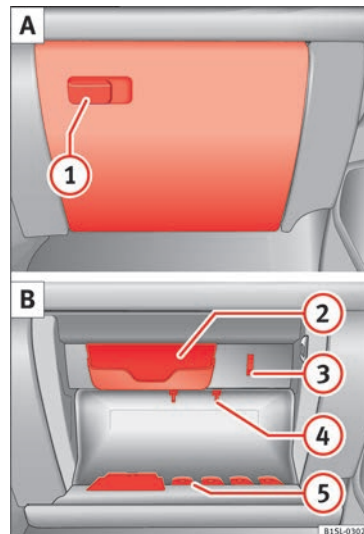

Fig. 123 Portaobjetos con tapa en el lado del acompañante.
Tire del asa para **abrir** » **fig. 123 ①**.